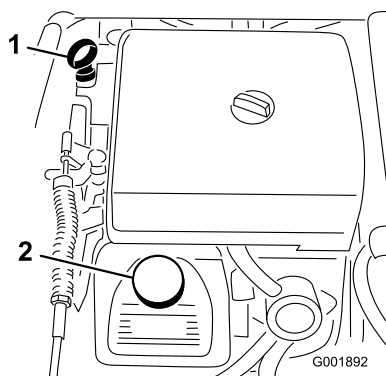

Figura 47
2. Retire la varilla y límpiela con un paño limpio (Figura 47). Introduzca la varilla en el tubo asegurándose de que entre a fondo. Retire la varilla y compruebe el nivel de aceite.
3. Si el nivel de aceite es bajo, retire el tapón de llenado de la cubierta de la válvula (Figura 47) y vierta aceite por el orificio hasta que el nivel de aceite llegue a la marca Lleno de la varilla. Añada el aceite lentamente y compruebe el nivel a menudo durante este proceso. No llene demasiado.
8. Agregue lentamente un 80% de la cantidad especificada de aceite por el tubo de llenado (Figura 47).